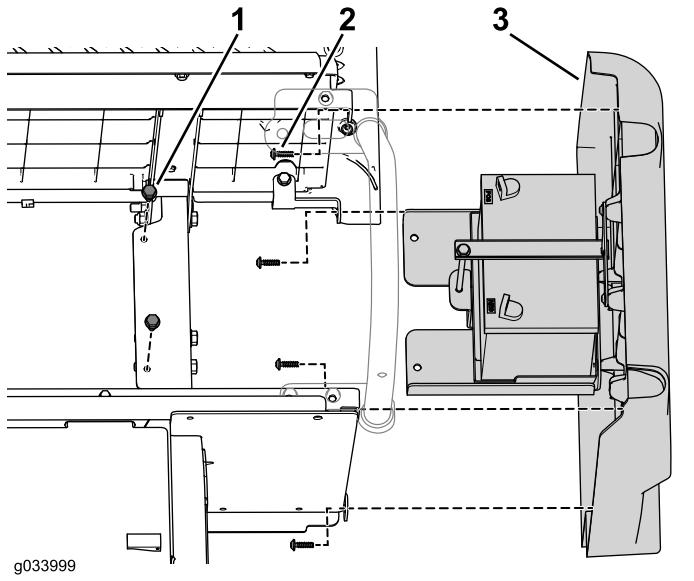

Figura 11
6. Retire los 2 pernos con arandela prensada (5/16" x 3/4") que sujetan la bandeja de la batería al bastidor, y los 4 tornillos torx (M6,0 x 22 mm) que sujetan el panel lateral derecho, y retire el panel lateral derecho (Figura 11).
Nota: La batería sale junto al panel lateral derecho, según se muestra en Figura 11.